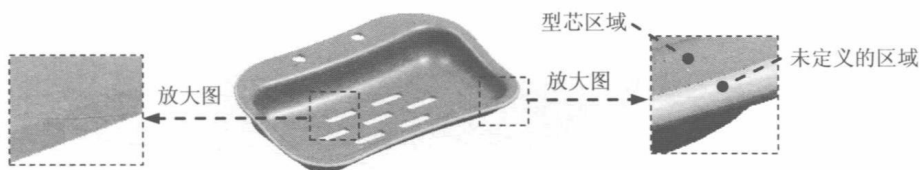

图 1.8 设置区域颜色
Step2. 拆分面。在“检查区域”对话框中单击“计算”按钮 ，系统开始对产品模型进行分析计算。单击 **面** 选项卡，可以查看分析结果。单击 **区域** 选项卡，取消选中 **内环**、**分型边** 和 **不完整的环** 三个复选框，然后单击“设置区域颜色”按钮 ，设置各区域的颜色，结果如图 1.8 所示；在 **未定义的区域** 区域中选中 **交叉竖直面** 复选框，此时系统将所有的交叉竖